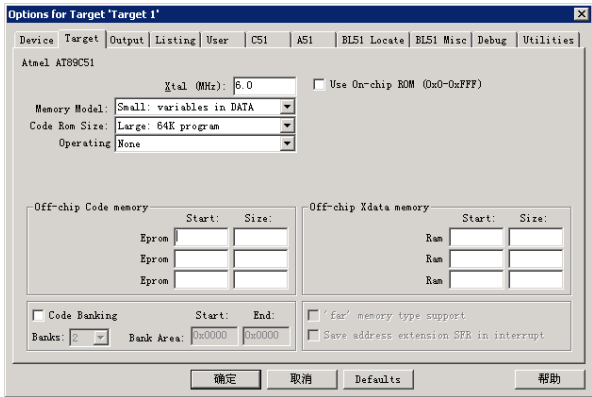

图 21-10 “Options for Target ‘Target 1’”对话框
- (4) 选择“Project”→“Options for Target ‘Target 1’”命令，打开“Options for Target ‘Target 1’”对话框，如图 21-10 所示。
- (5) 打开“Target”选项卡，在“Xtal (MHz)”文本框中输入 6.0，表示该单片机外接 6MHz 的晶振作为振荡器。
- (6) 选择“File”→“New”命令，新建一个程序文件，并保存为*.C 文件，可以在其中输入前面的程序代码。
- (7) 选择“Debug”→“Start/Stop Debug Session”命令，进入程序仿真调试环境。
- (8) 选择“Peripherals”→“Timer”→“Timer 0”命令，打开定时器/计数器 **T0** 的仿真界面。
- (9) 选择“Peripherals”→“I/O-Ports”→“Port 1”命令，打开并行 I/O 端口 **P1** 的仿真界面。